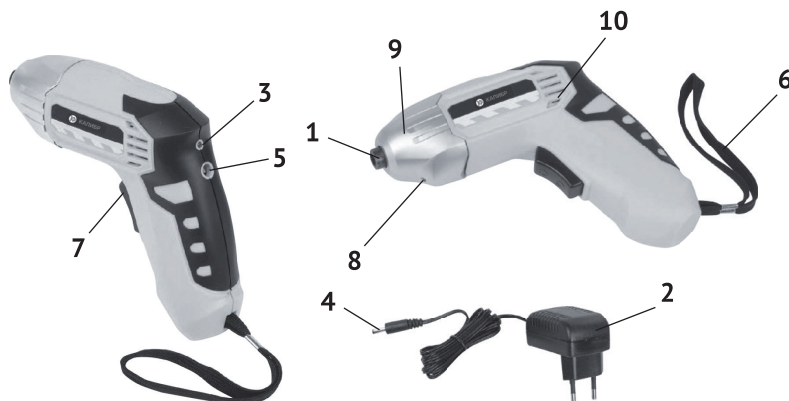

рис.1
1.6 Общий вид отвёртки представлен на рис.1
1.7 Механизм отвёртки расположен в обрезиненном пластиковом корпусе (рис.1 поз.10), состоящем из двух частей: правой и левой. Он состоит из электродвигателя постоянного тока и редуктора с планетарным механизмом. Гнездо (рис.1 поз.5) для присоединения аккумуляторной батареи и индикатор зарядки (рис.1 поз.3) расположены вверху задней части рукоятки. Редуктор и держатель бит расположены в металлическом корпусе (рис.1 поз.9). В рукоятке размещена аккумуляторная батарея привода двигателя.
1.8 Клавиша выключателя (рис.1 поз.7) расположена в передней части рукоятки. Клавиша выполняет три функции. При нажатии на верхнюю часть клавиши включается двигатель отвёртки, вращение держателя бит – против часовой стрелки, для выкручивания крепежа. При нажатии на нижнюю часть клавиши, вращение держателя бит – по часовой стрелке, для закручивания крепежа. В нейтральном состоянии клавиша блокирует шпиндель отвёртки. При запуске двигателя автоматически включается светодиодная подсветка рабочей зоны (рис.1 поз.8), обеспечивающий локальную подсветку рабочей области.
- вставить штекер (рис.1 поз.4) зарядного устройства в гнездо (рис.1 поз.5) отвёртки;
- подключить зарядное устройство к сетевой розетке, при этом над гнездом засветится красный индикатор (рис.1 поз.3);